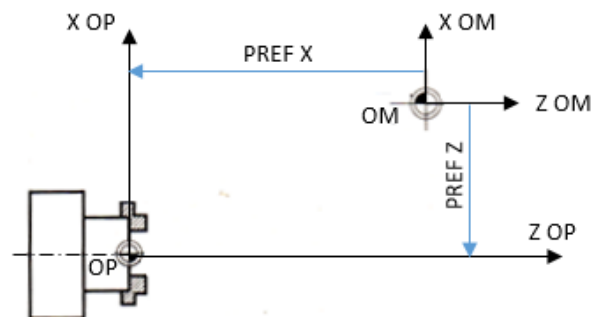

Figure 6. Réglage du point de référence PREF
a) PREF (point de référence) (figure 6)